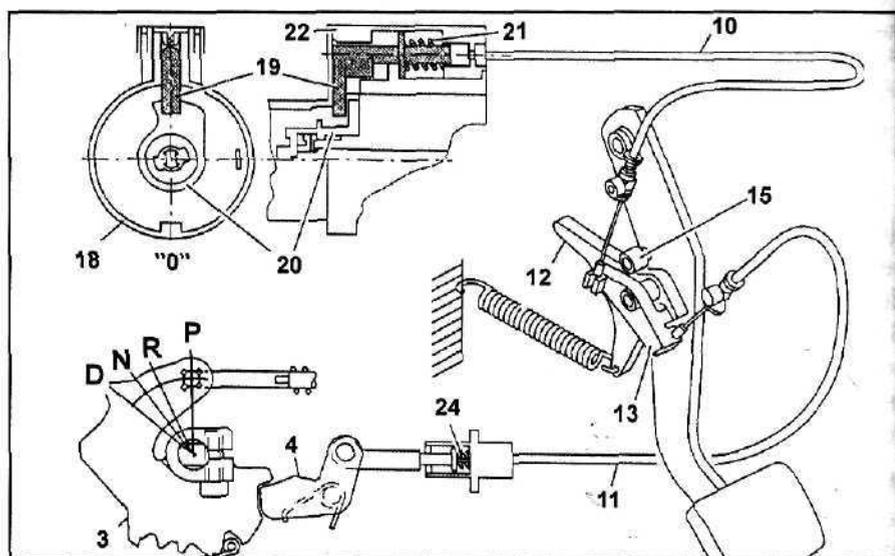

Рис. 10.
Назначение стопора - препятствовать несанкционированному разблокированию ведомого вала коробки передач (рис. 10).
При переводе рычага выбора диапазона в положение "Р" храповик (3) поворачивается по часовой стрелке, и блокировочный рычаг (4) под действием силы пружины (21) опускается во впадину храповика (3). Одновременно блокирующая собачка (19) перемещается таким образом, чтобы запирающий кулачок (20) мог повернуться против часовой стрелки (рис. 10). Таким образом становится возможным установить ключ зажигания в положение "0" и затем извлечь его.